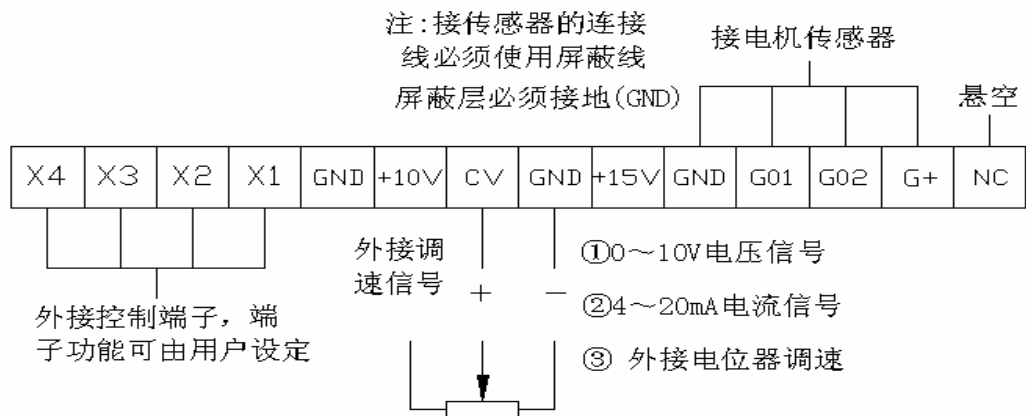

图 4-2
(1)、打开控制器面板的端盖，可以看见两层电路板，下层电路板上有一 8 位的单排主电路端子（参考图 4-1），上层电路板上有一 14 位的单排控制电路端子（参考图 4-2）。